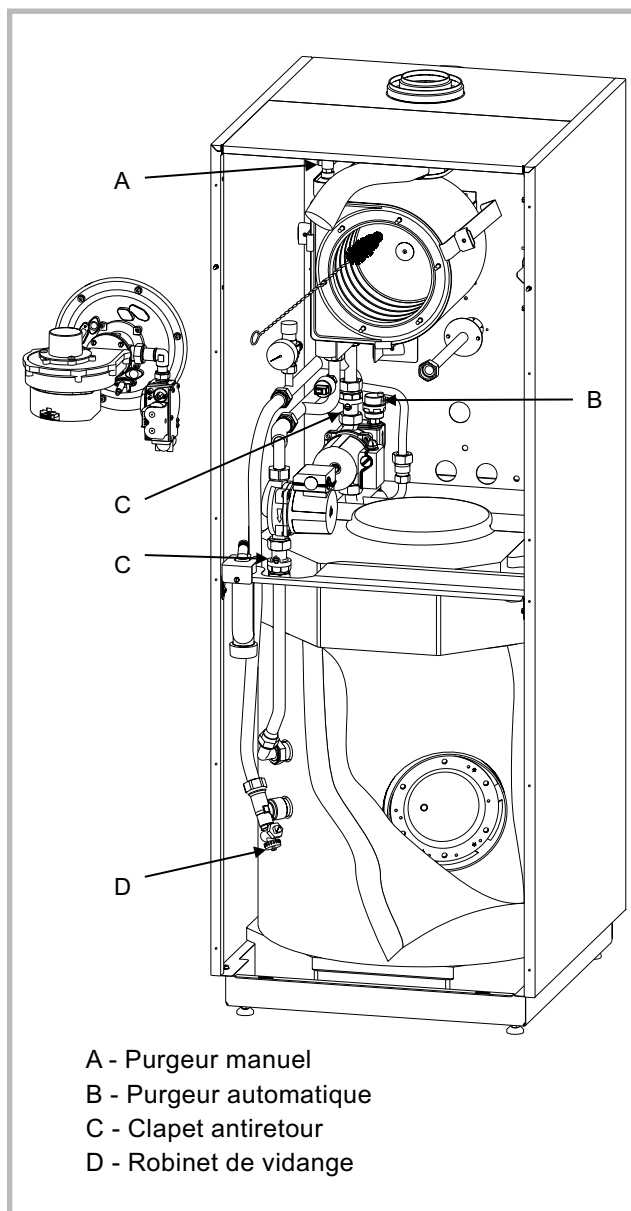

Figure 43 - Accès à la chambre de combustion
(voir figure 43)
- Ouvrir le robinet de vidange de la chaudière (fig. 43, rep. D).
- Ouvrir les purgeurs placés au point le plus haut de l'installation (fig. 43, rep. A).
- Débrayer les clapets antiretour (fig. 43, rep C).